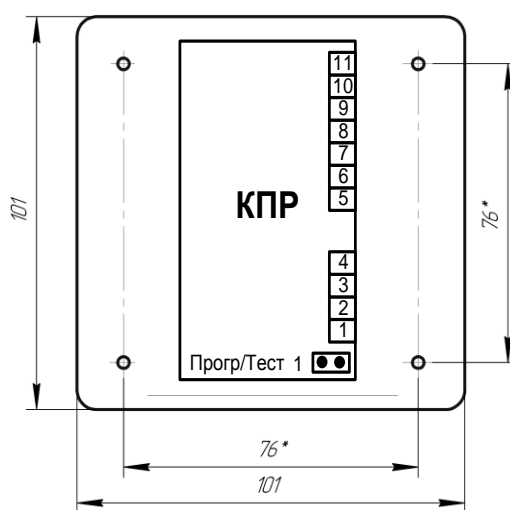
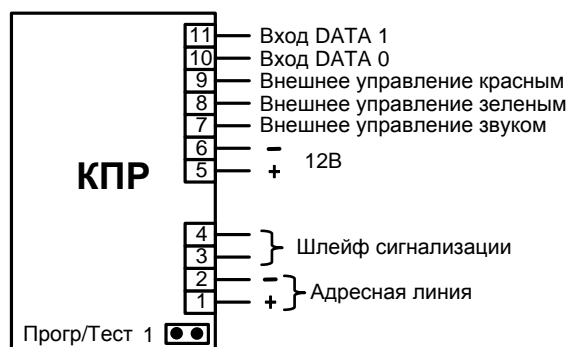

Рис. 1. Габаритные и установочные размеры КПП.
Рис. 2. Назначение клемм КПП.
6.1.1. Габаритные и установочные размеры КПП представлены на рис.1, схемы подключения на рис.2,3.
6.2.1. КПП (см. рис.2) поставляется с установленным джампером 1 (программирование адреса).